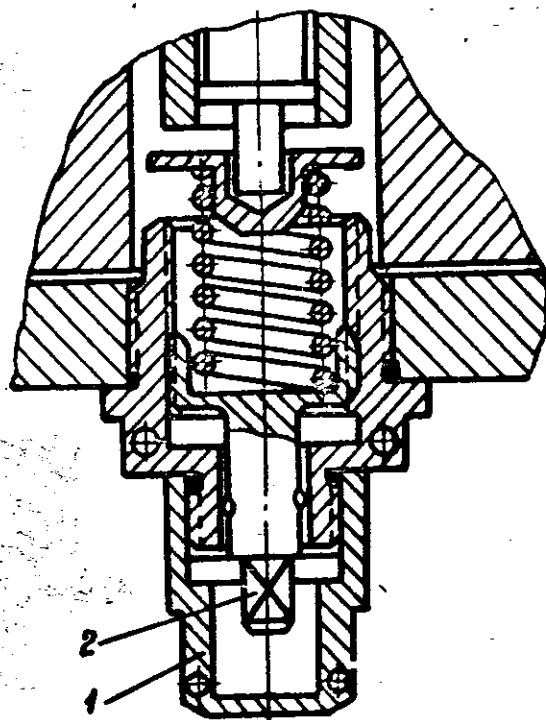

Рис.14. К регулированию командно-топливного агрегата регулировочными винтами "20" и "21":
регулирующим винтом "21" (рис.14).
- расконтрите и отверните колпачок I (рис.14));